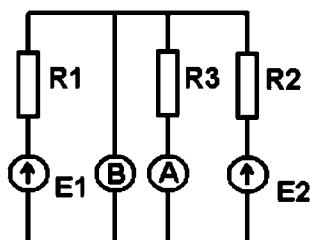
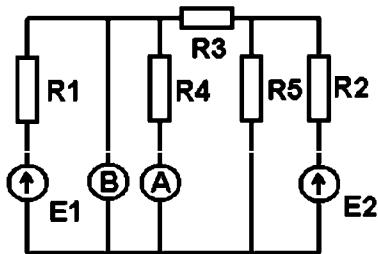

Рис. 1.23. Схема двухконтурной электрической схемы
Рис. 1.24. Схема трехконтурной электрической схемы
Двухконтурная электрическая цепь (рис. 1.23) содержит 3 линейных сопротивления.
Трехконтурная электрическая цепь (рис. 1.24) содержит 5 линейных сопротивлений.
- 3.1. Составить систему алгебраических уравнений по 1 и 2 законам Кирхгофа, описывающих электрические цепи на рис. 1.23 и рис. 1.24.
- 3.3. Разместить на наборном поле стенда сопротивления, подсоединить их к измерительным приборам и источникам питания согласно схеме на рис. 1.23. Настроить источники питания на  $E_1 = 12$  В и  $E_2 = 15$  В. Снять показания приборов.
- 3.5. Разместить на наборном поле стенда сопротивления, соединить необходимыми проводами и подсоединить к измерительным приборам и источникам питания согласно схеме на рис. 1.24. Настроить источники питания на  $E_1 = 12$  В и  $E_2 = 15$  В. Снять показания приборов.
3.7. По согласованию с преподавателем выбрать схему рис. 1.23 или рис. 1.24. Задаться фиксированным значением  $E_1 = 10$  В. Снять показания приборов при изменении  $E_2$  от 1 В до 19 В с шагом 2 В. Заполнить таблицу 1.18.